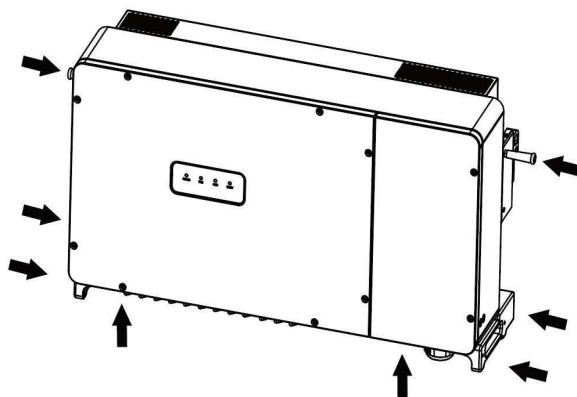

Fig. 3-13 Colgar el inversor manualmente
- Colgado manual: dos personas sujetan las asas; otras dos sujetan la superficie inferior y los soportes laterales. Cuatro personas cuelgan el inversor en el soporte de montaje, consulte la Fig. 3-13.